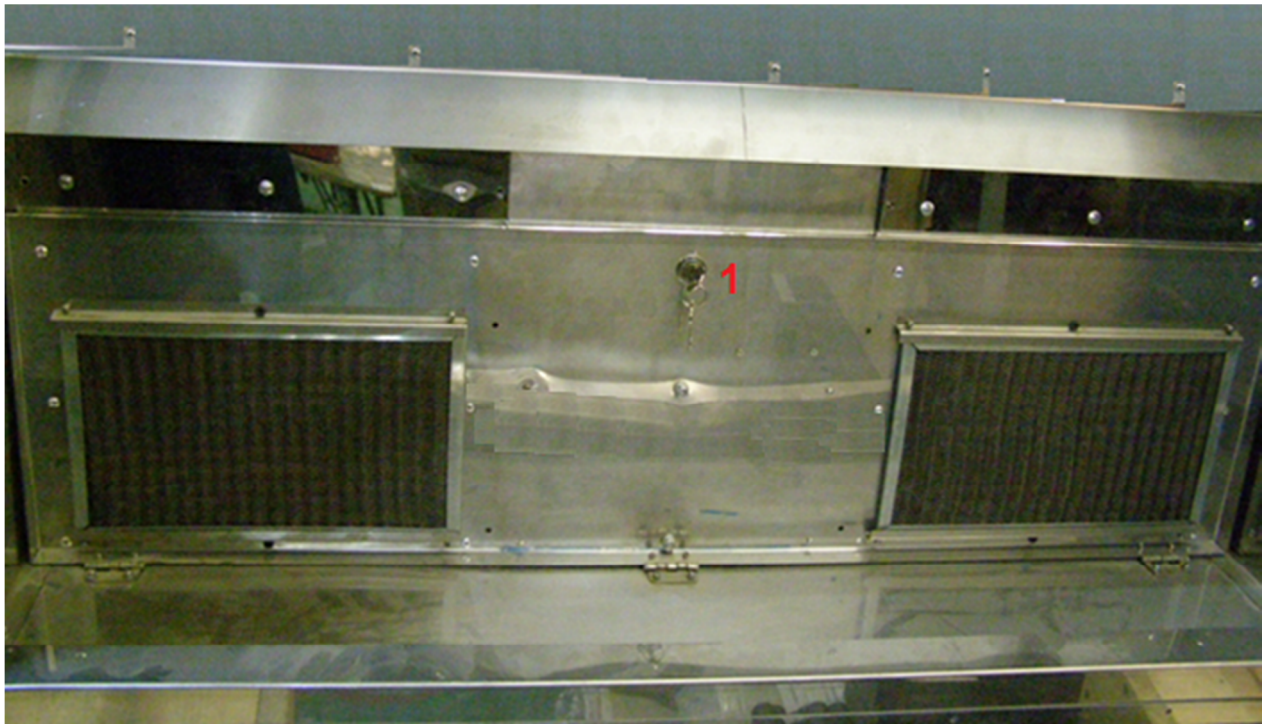

Рис. 5. Расположение замочной скважины на дверце газоразрядного блока.
- b. Открыть ключом дверцу Газоразрядного блока (Рис. 5, поз. 1);